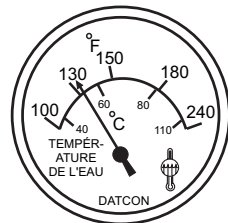

Figure 49. Jauge de Température de Réfrigérant
11. L'indicateur de température du réfrigérant (Figure 49) indique la température du réfrigérant. Normalement, la température du réfrigérant doit se situer dans la **zone verte** entre 165~203°F (74~95 °C).